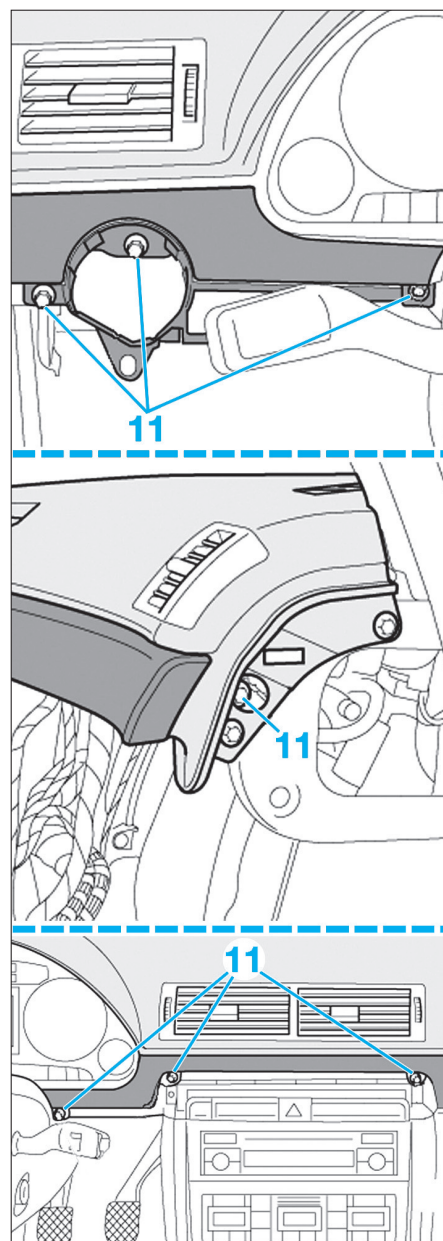

Fig. 21
- Déposer les enjoliveurs (11) (Fig.21).